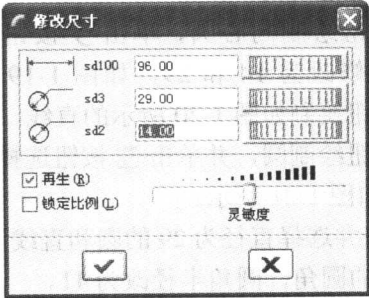

图 1-14 修改尺寸
- 尺寸修改：单个尺寸的修改可直接双击尺寸修改尺寸值，如果同时修改多个尺寸，则需单击按钮并选择需要修改的尺寸，此时会弹出如图 1-14 所示的尺寸修改对话框，修改尺寸时建议去掉“再生”选项前的钩。